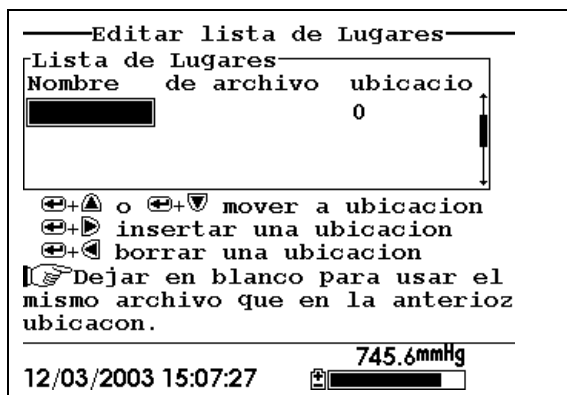

Imagen 9.7 Pantalla de Edición de sitios
7. Presione **Enter**. Se visualizará en la pantalla Edición de sitios. Ver *Imagen 9.7 Pantalla de Edición de lista de sitios*. El nombre de Archivo está listo para la entrada de datos.